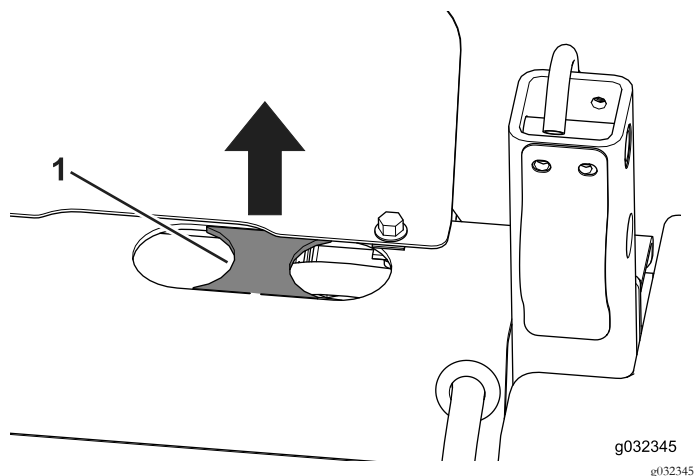

Bild 23
2. Nehmen Sie die Ausstanzung zwischen den zwei Löchern ab, falls sie vorhanden ist (Bild 23).